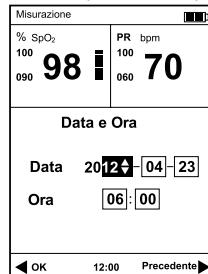

Fig. 4-2
- Premere il pulsante di navigazione per selezionare elemento "Data e ora" , poi premere il tasto OK per accedere alla schermata di impostazione tempo, fare riferimento alla Fig.4-2.